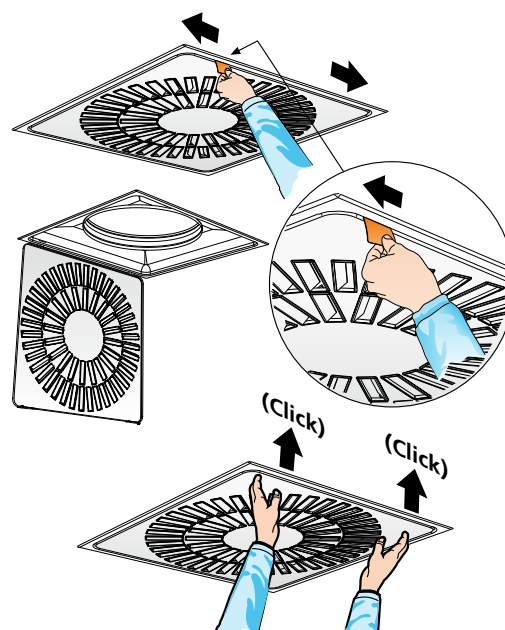

Abb. 2. Quick Access.
- Führen Sie die Karte zwischen Front und Zwischenkasten, um die Federn zu lösen. Die Karte von der Mitte zur Ecke schieben, siehe Abbildung 2.
- Nach dem Öffnen der Front ist das Kanalsystem für eine Reinigung zugänglich, siehe Abbildung 2, Quick Access.